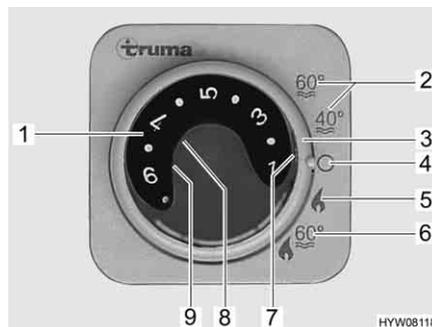

Fig. 128 Unité de commande pour chauffage/chauffe-eau
- Régler le mode de régime à l'aide de l'interrupteur tournant (Fig. 128,3).
Le chauffage règle le degré d'allumage automatiquement en fonction de la température ambiante requise. Une fois que la température ambiante désirée est atteinte, le brûleur s'éteint. En mode "Chauffage et chauffe-eau" (Fig. 128,6) l'eau est également chauffée dans le chauffe-eau. Il est possible de faire fonctionner le chauffage en mode "Chauffage sans chauffe-eau" (Fig. 128,5) et le chauffe-eau vide.
- Régler le bouton tournant de température (Fig. 128,1) de l'unité de commande sur la température de chauffage désirée.
- Régler l'interrupteur tournant (Fig. 128,3) en régime hiver "Chauffage sans chauffe-eau" (Fig. 128,5) ou en régime hiver "Chauffage et chauffe-eau" (Fig. 128,6).
Le voyant de contrôle vert (Fig. 128,7) s'allume.
- Régler l'interrupteur tournant (Fig. 128,3) sur "O" (Fig. 128,4).
La combinaison régime au gaz et régime électrique 230 V permet de raccourcir la période de chauffage du véhicule (uniquement possible lorsque le chauffage sur l'unité de commande (Fig. 128) est réglé sur régime hiver).